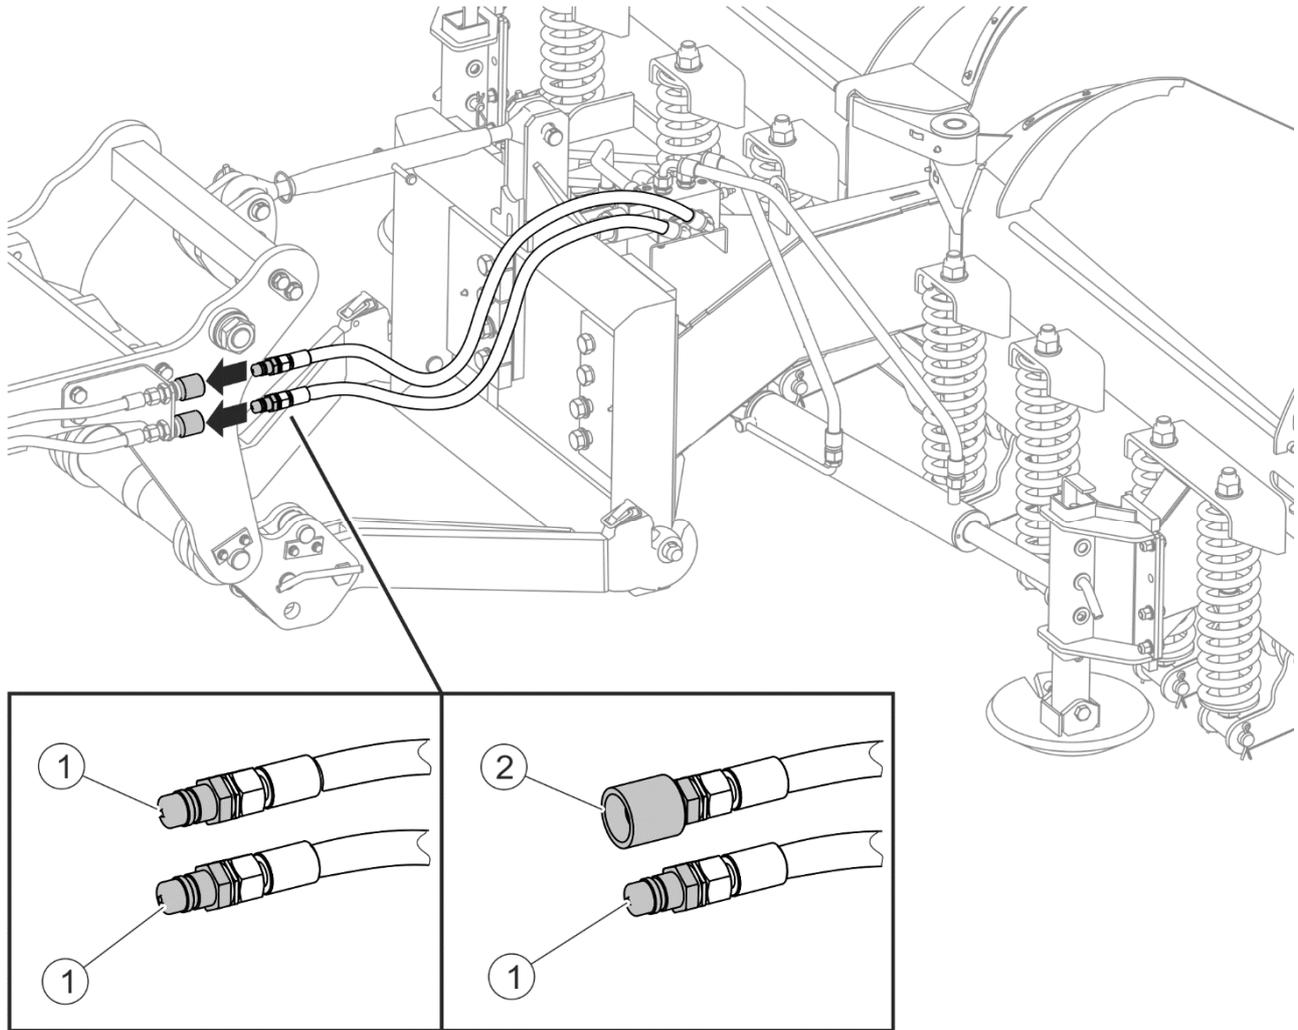

РИСУНОК 4.3 Подсоединение гидравлической системы
Гидравлические быстрые разъемы снегоотвала (РИСУНОК 4.3) подсоединяются к двум разъемам одной секции внешней гидравлики транспортного средства. В зависимости от версии комплектации машины она может быть оснащена двумя гидравлическими разъемами (1) или разъемом (1) и гидравлическим гнездом (2).